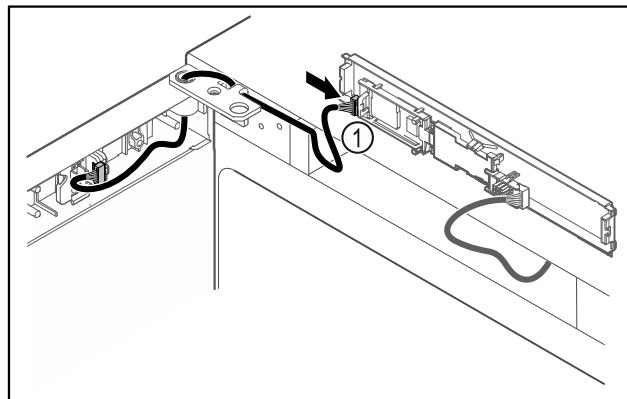

Fig. 41
- Collegare il connettore Fig. 41 (1) sulla scheda.